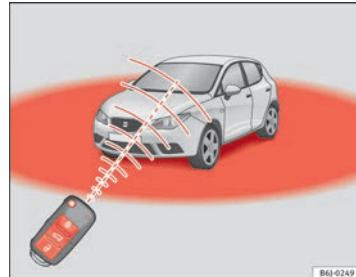

Fig. 47 Radio de acción del mando a distancia por radiofrecuencia
Además, el testigo de la pila de la llave → fig. 47, parpadea.
- El mando a distancia por radiofrecuencia funciona únicamente dentro de su radio de acción → fig. 47.